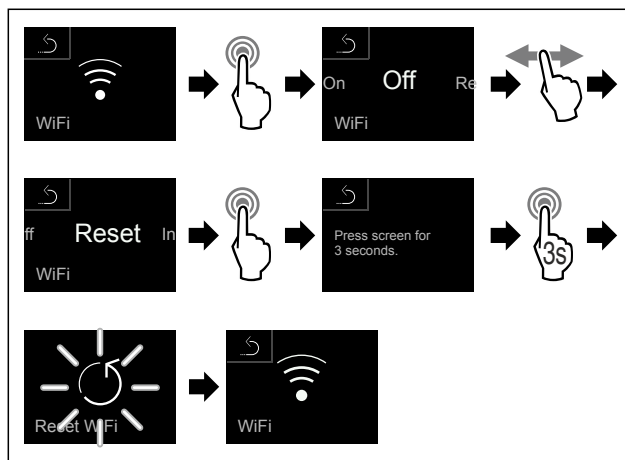

Fig. 98
- Выполните шаги действия (см. Fig. 98) .